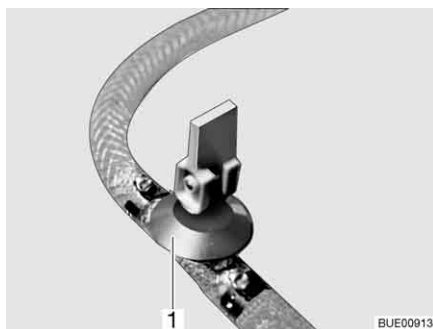
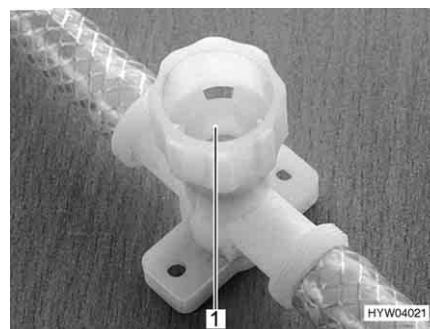

Fig. 241 Rubinetto di scarico (con leva a bilancere)
Fig. 242 Rubinetto di scarico (con tappo a vite)
- Aprire tutti i rubinetti di scarico. Mettere la leva a bilanciere del rubinetto di scarico (Fig. 241,1) in posizione verticale o chiudere il coperchio del rubinetto di scarico (Fig. 242,1) in senso antiorario.